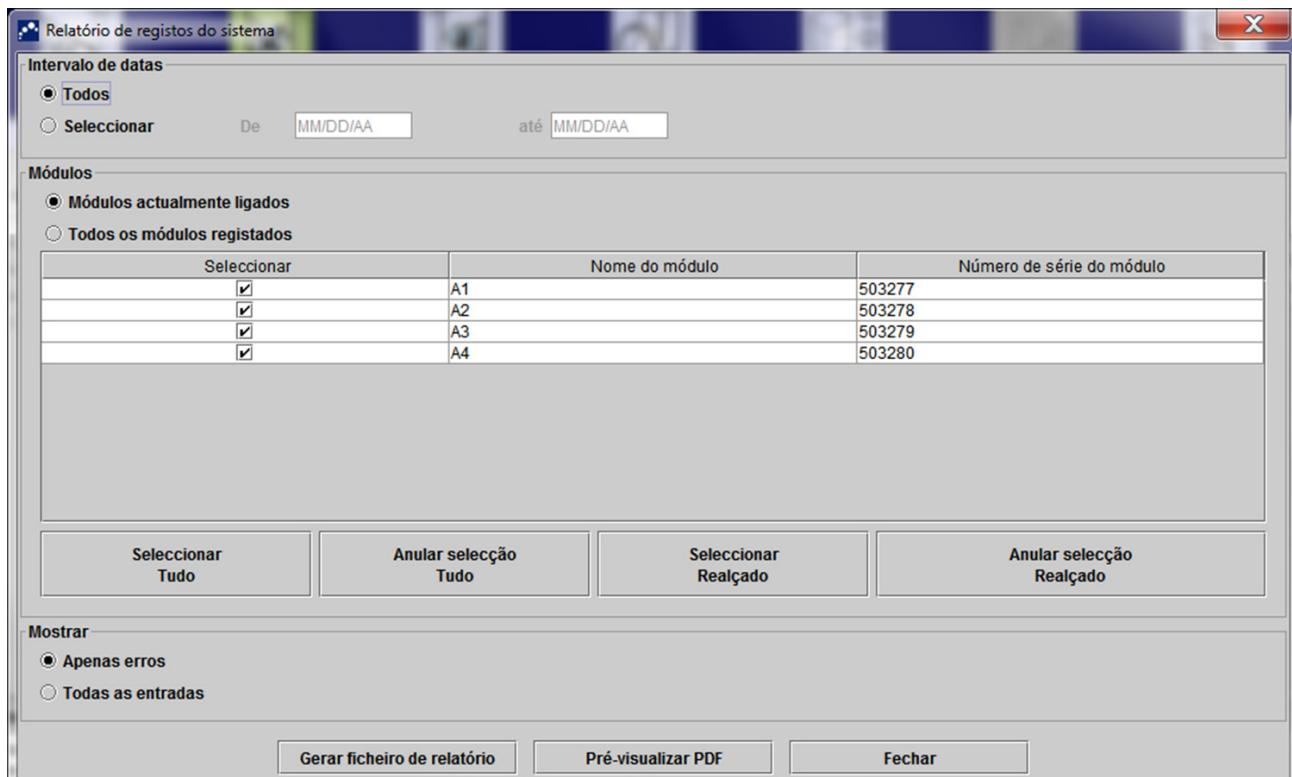

Figura 9-38. Janela Relatório de registos do sistema
1. Na janela GeneXpert Dx System, clique em **Relatórios** na barra de menus e, em seguida, clique em **Registo do sistema**. É apresentada a janela Relatório de registos do sistema. Consulte a figura 9-38.